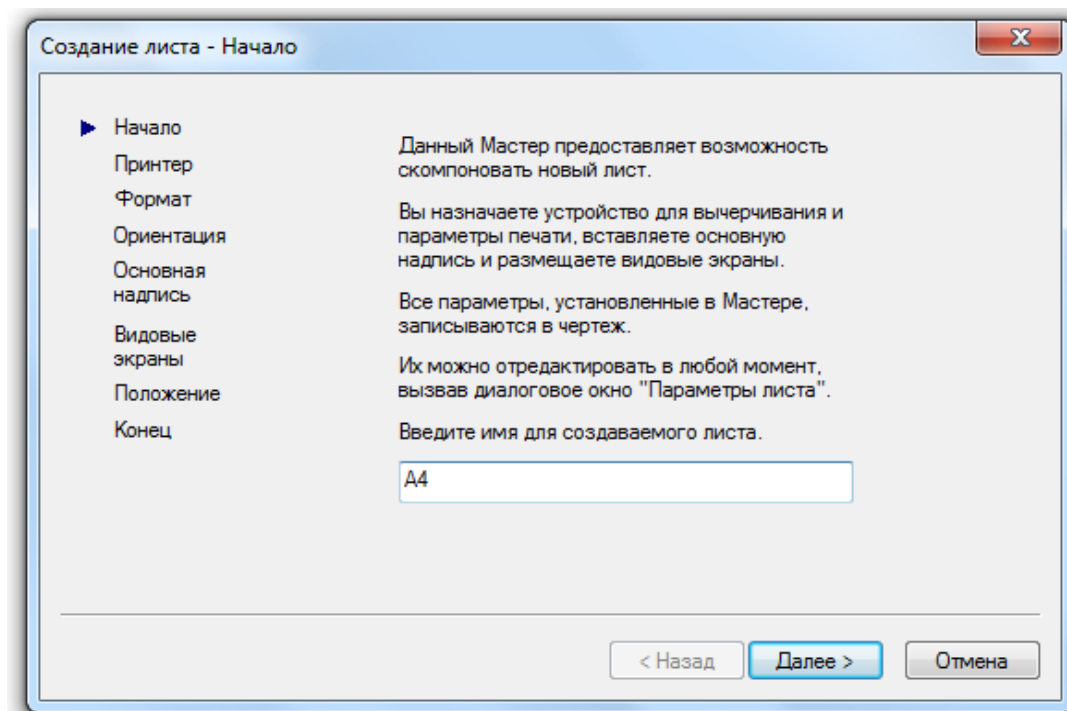

Рис. 85. Окно **Создание листа – Начало**
2. Создать новый лист с помощью команд **Сервис** → **Мастеры** → **Компоновка листа...**. В открывшемся окне **Создание листа – Начало** (рис. 85) ответить на запросы программы: